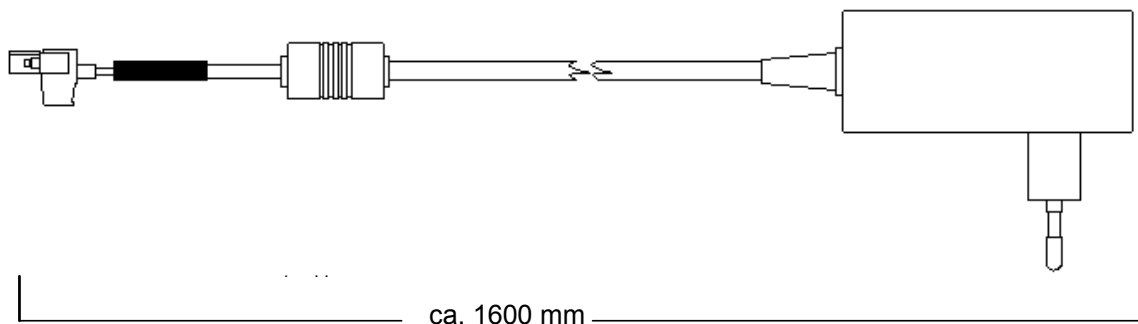

Bild: 6 Steckernetzteil
- 1) X78: Stromversorgung 24 VDC 15 W (Steckernetzteil gehört zum Lieferumfang, siehe Bild: 6)